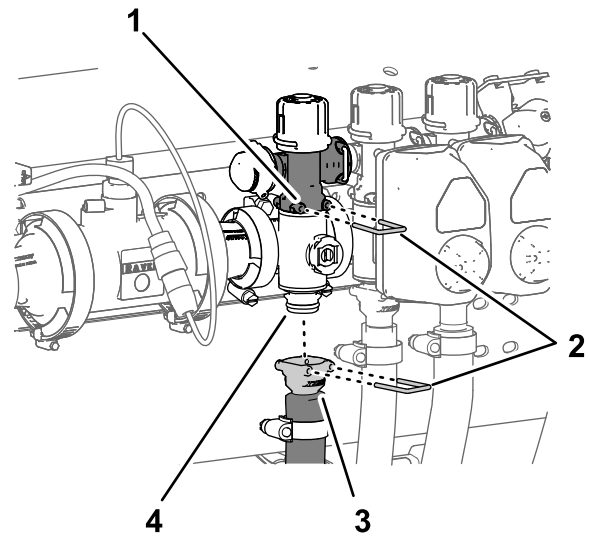

Bild 110
1. Entfernen Sie den Schnellkupplungsstift, mit dem die Schnellkupplung für das Abschnittsicherheitsventil am Abschnittverteilterventil befestigt ist (**Bild 110**).
2. Entfernen Sie den Schnellkupplungsstift, mit dem die Schnellkupplung für den Abschnittzulaufschlauch am Verteiler für das Schnellkupplungsanschlussstück des Abschnittverteilterventils befestigt ist (**Bild 110**).